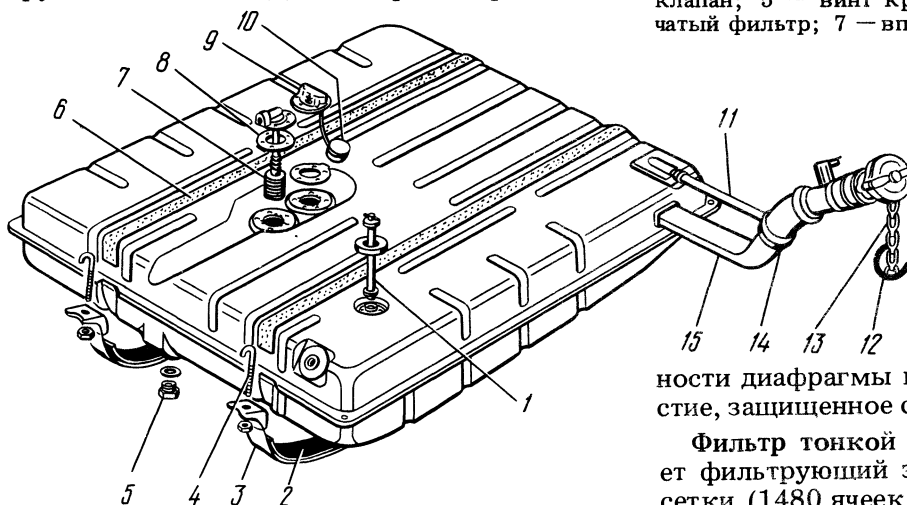

Рис. 24. Топливный бак:
**Топливный бак** (рис. 24) расположен сзади автомобиля, под полом багажника. Бак крепится к кузову при помощи лент и крючков. Под ленты, во избежание скрипа, поставлены прокладки. Бак состоит из двух частей, сваренных между собой. В нижней части бака находится сливное отверстие, закрытое пробкой с прокладкой. Для отвода воздуха при заполнении бака, с целью предупреждения выплескивания топлива, бак снабжен воздушной трубкой.